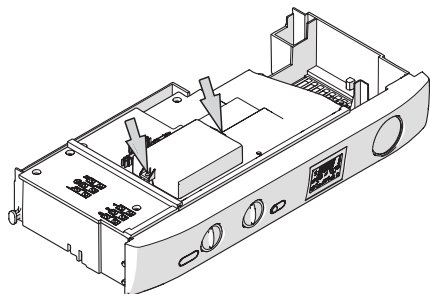

Рисунок 5.29
- Открутите два винта, см. Рисунок 5.29, и откройте крышку клеммной колодки соединения термостата водонагревателя, внешнего датчика, дистанционного управления.